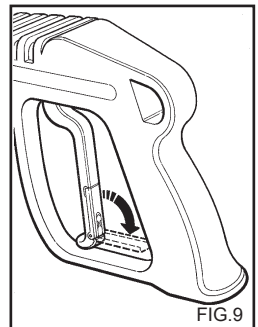

FIG.9
- Wenn der Hochdruckreiniger nicht benutzt wird, die Sicherheitsvorrichtung am Griff schließen (Fig.9).